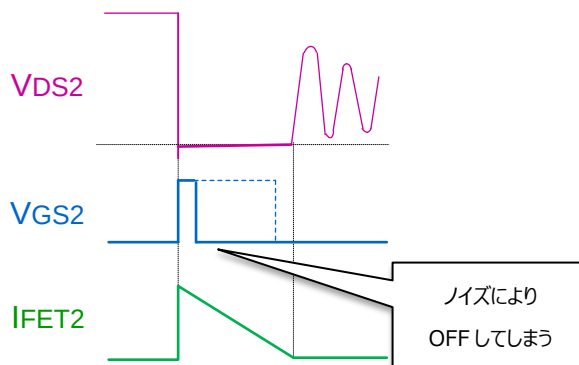

Figure 11. 誤検出動作波形例
- ・DRAIN に発生するノイズによって、IC が誤検出してしまい二次側 MOSFET が正しく動作していない場合があります。Figure 11.のように誤検出動作をしている場合には、評価ボードの部品定数を調整する必要があります。調整方法につきましては”BM1R001xxF アプリケーションノート (No.60AN019J)”をご参照ください。